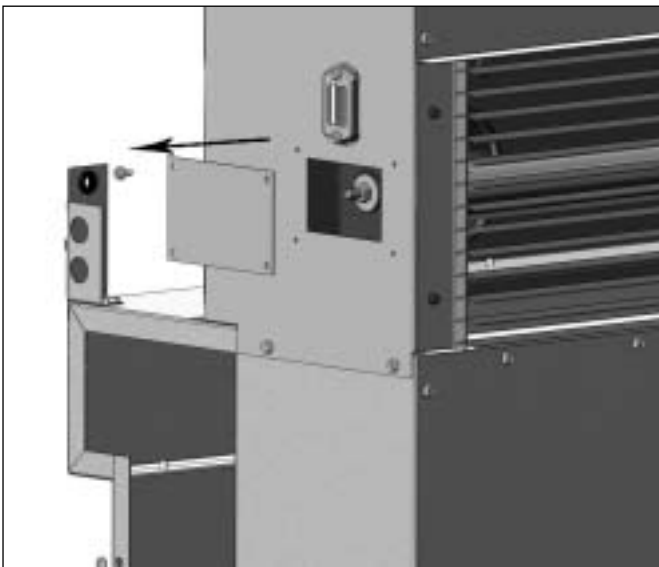

Fig. 12
- Verwijder het afdekplaatje links op de convectiekast; zie Afb. 12;